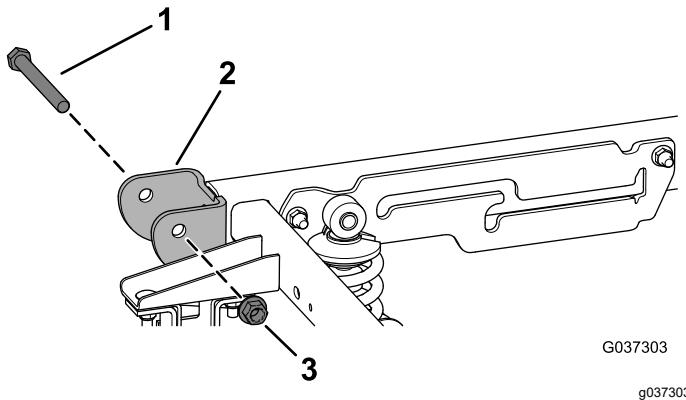

Figura 4
5. Retire los 2 pernos de pivote ($1/2'' \times 4\frac{1}{2}''$) y las 2 contratuercas ($1/2''$) del soporte de pivote situado en la parte trasera de la máquina (Figura 4).